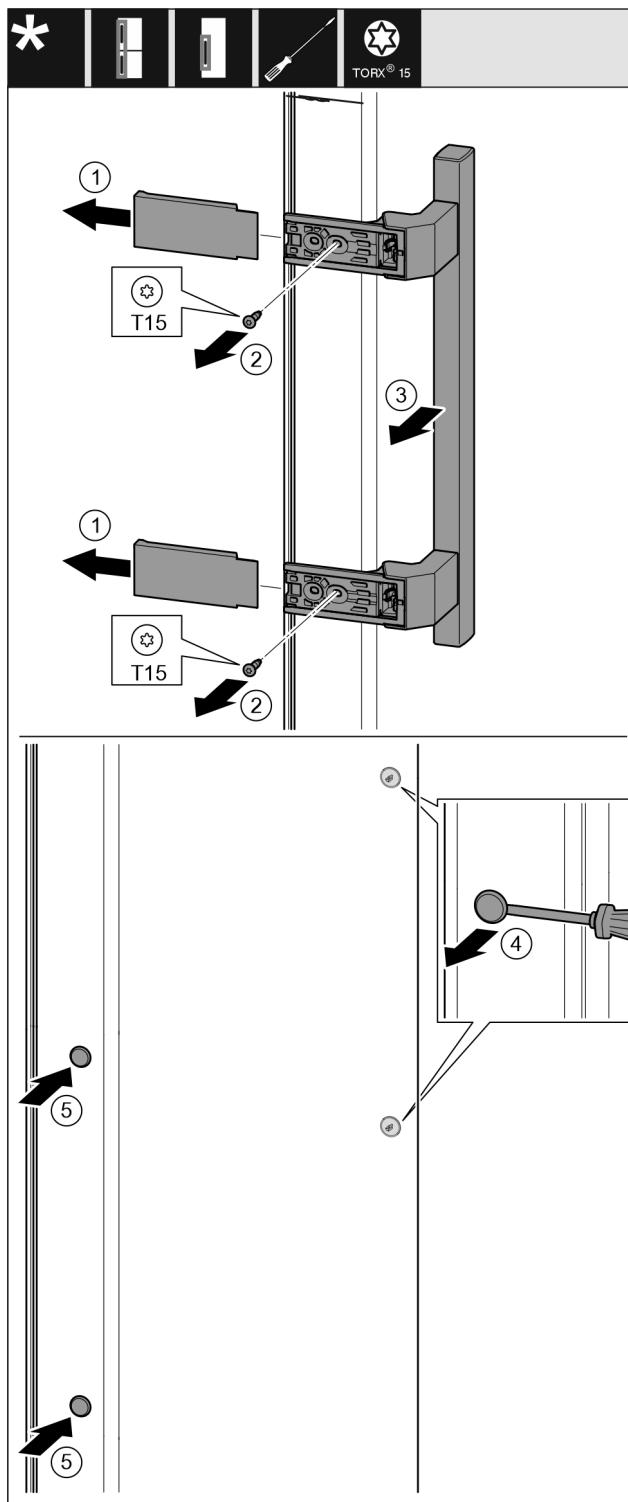

Fig. 17
- Skinite pokrov. Fig. 17 (1)
- Odvijačem T15 odvijte vijke. Fig. 17 (2)
- Skinite ručicu. Fig. 17 (3)
- Ravnim odvijačem oprezno podignite bočni čep i izvucite ga. Fig. 17 (4)
- Ponovo umetnute čep na drugoj strani. Fig. 17 (5)